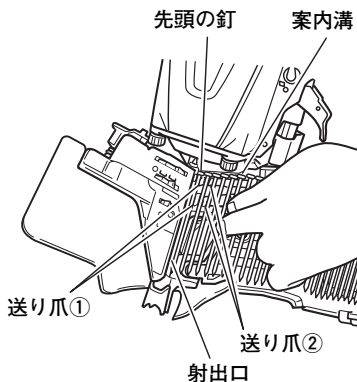

図 11
先頭の釘を射出口の中に入れ、2本目の釘を送り爪①と送り爪②の間に入れます。(図11)